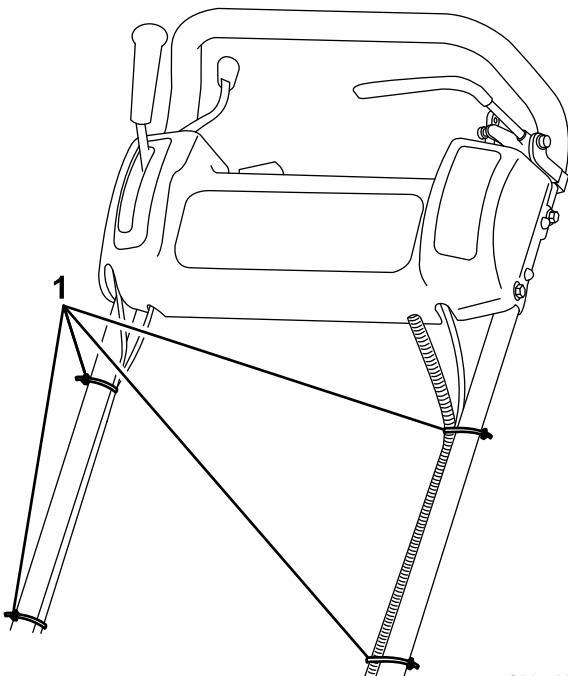

Figura 4
5. Fissate i cavi e il cablaggio alla stegola con gli appositi morsetti (Figura 4).